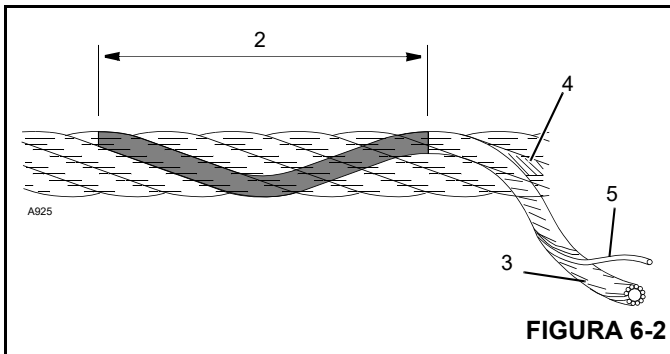

FIGURA 6-2
- Al buscar alambres rotos (5) (Figura 6-2), alíe el cable, muévelo hacia afuera de los “puntos de recogida” y dóblelo lo más que se pueda. Los defectos del cable hacen referencia a la “longitud de sesgo” (2), que es la distancia medida a lo largo del cable en donde una trenza (3) logra una revolución completa alrededor del núcleo (4).